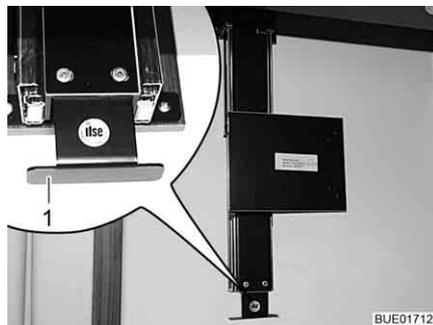

Fig. 67 Soporte atrás de armario de pared
- Tirar el dispositivo de extracción por el tirador (Fig. 67,1) hacia abajo, hasta el tope.